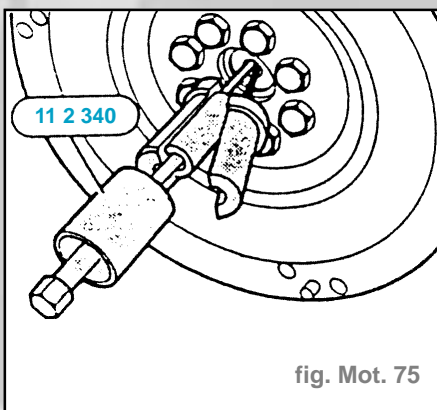

fig. Mot. 75
- Déposer le roulement pilote à l'aide l'outil **11 2 340** (fig. Mot. 75).